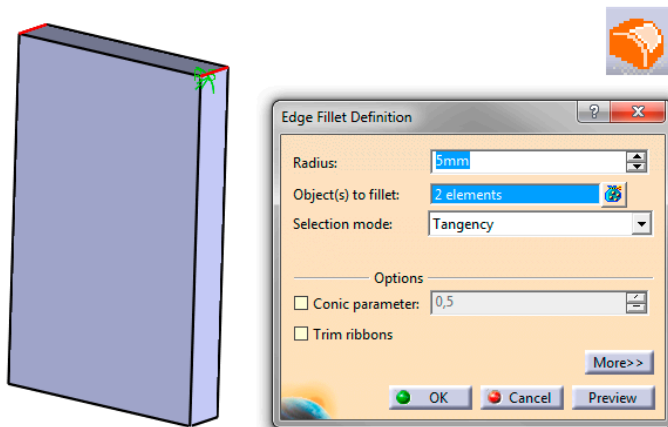

Bild 4.25 Edge Fillet-Definition
11. Edge Fillets setzen: Direkt im Anschluss an die erste Teilgeometrie werden die beiden Verrundungen gesetzt. Wählen Sie dazu die Funktion *Edge Fillet (Kantenverrundung)* aus der Funktionsgruppe *Dress-Up Features (Aufbereitungskomponenten)* an. Es öffnet sich ein Dialogfenster, in dem Sie unter dem Eingabefeld *Radius (Radius)* den Wert der Verrundung (**5 mm**) eingeben können. Durch Anwahl beliebig vieler Elemente am vorhandenen Modell (sie erscheinen rot im Modellbereich) werden die zu verrundenden Kanten definiert und in die Eingabemaske im farblich hinterlegten Feld *Object(s) to fillet (Zu verrundende(s) Objekt(e))* eingeschrieben. Sie können Körperkanten oder Flächen in die Auswahl nehmen. Wenn Sie eine Fläche wählen, werden automatisch alle angrenzenden Kanten verrundet. Selektierte Elemente nehmen Sie durch erneute Anwahl wieder aus der Selektion heraus. Wählen Sie hier die zwei zu verrundenden Kanten aus und bestätigen mit *OK* (Bild 4.25).